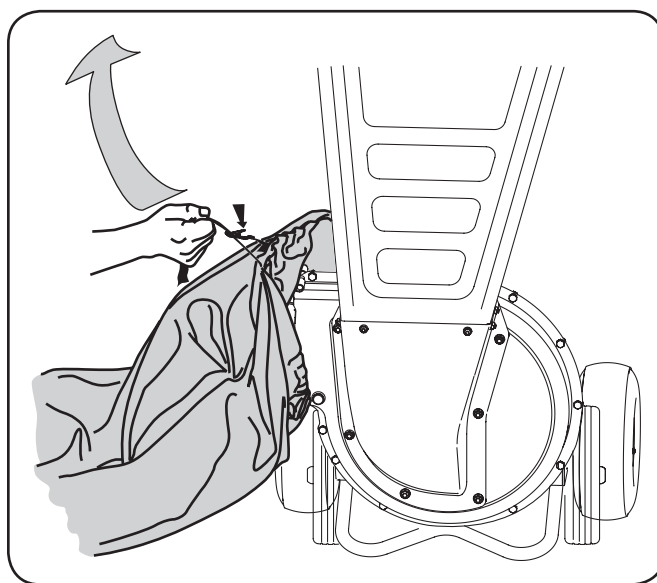

Figure 3-2
1. Placez l'ouverture du sac sur le déflecteur de la goulotte. Voir Figure 3-2.